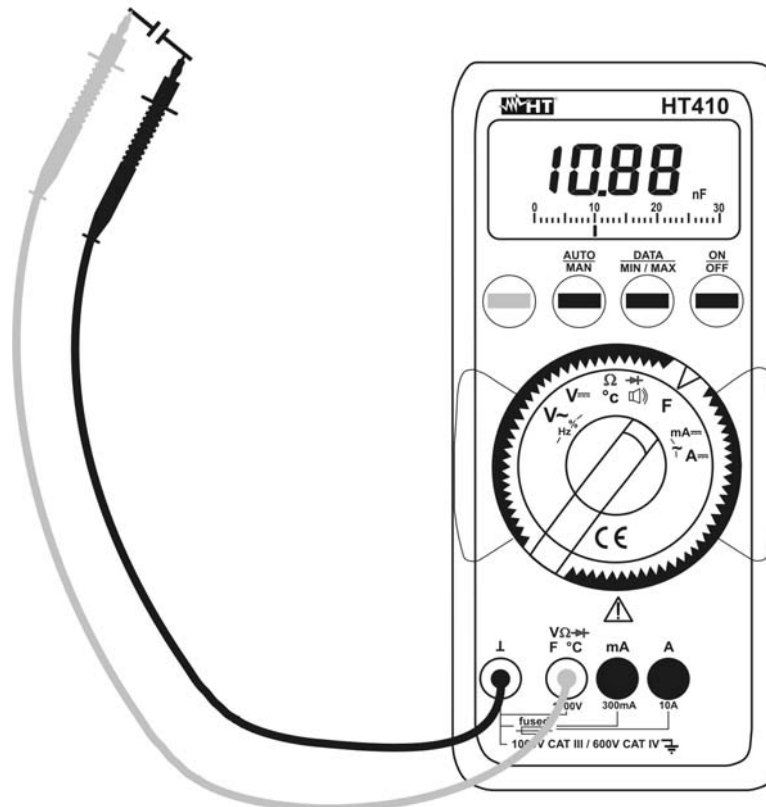

Abb. 9: Kapazitätsmessung
3. Verbinden Sie die Messleitungen mit dem Kondensator, (achten Sie auf die korrekte Polarität) (Abb. 9) Der Kapazitätswert wird durch die automatische Bereichswahl erkannt und angezeigt